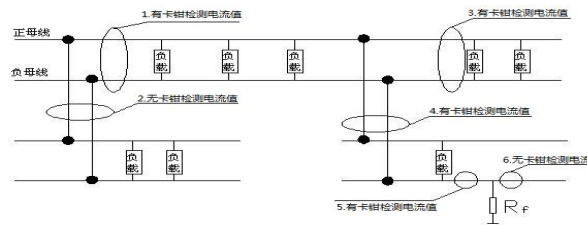

图 3-2-3 单点接地定点过程
②、若分支都没有故障就查母排和固定绝缘监测装置和告警继电器部分。
③、以上都没有故障就查蓄电池。
④、当直流系统出现环路接地时，在接收机显示的卡钳检测电流值为负的地方为接地故障点。（检测时注意：卡钳上表示电流方向的箭头应保持指向不变）
①、单点接地定点过程，如图 3-2-3 所示：